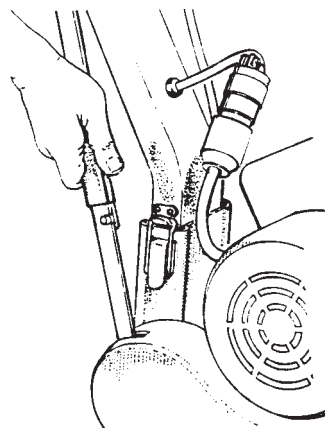

Figura 6
2. Instale la manija y fije los seguros. Consulte la figura 6.